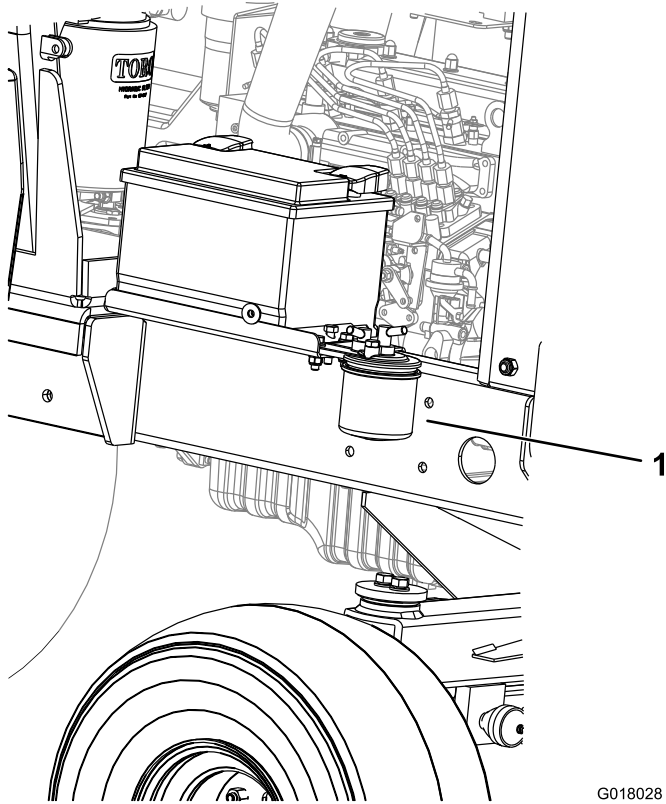

Figura 52
1. Coloque un recipiente limpio debajo del filtro de combustible (Figura 52).